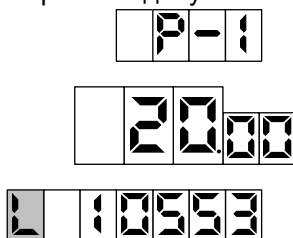

Рисунок 4
– отображение значений суммарного счетчика рукава в строке указателя стоимости с мигающим символом "L" в старшем разряде. В строке цены за литр отображается порядковый номер рукава и символы "P-" (рисунок 4). В этом режиме допускается выдача топлива;